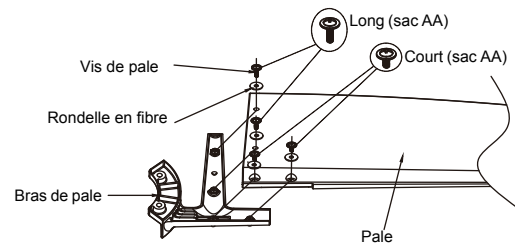

Fig. 15
Étape 1. Placez une pale sur un bras de pale avec des montants filetés (voir illustration). Assurez-vous que le bord inférieur de la pale est bien logé contre le bras de la pale. À l'aide d'un tournevis Philips, placez (1) vis de pale et (1) rondelle dans la pale et le bras de pale (ne pas serrer). Répéter l'opération pour les (3) autres vis de pale et les (3) rondelles. Serrez bien toutes les vis. Assurez-vous que la pale est installée à plat. Répétez les étapes pour les autres pales. (Fig. 15)
Rappel : Il existe deux types de vis de pale (une courte et une autre longue), voir la Fig. 15 pour de plus amples informations et prenez soin de ne pas les mélanger.